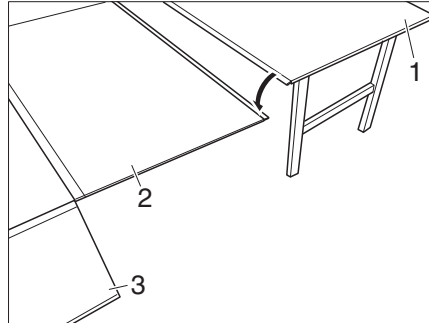
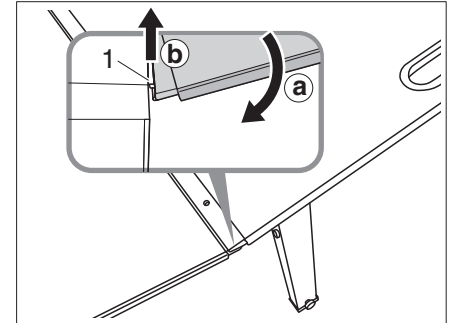

Figure 32 Accrocher la rallonge de table
Figure 33 Accrocher la table
La Campbox Sleep (Figure 32, 3) se transforme en espace de couchage supplémentaire en quelques manipulations. Pour ce faire, la Campbox doit être montée dans le véhicule (voir chapitre 7.7.4).
- Placer la rallonge de lit (Figure 32, 2) sur le rail (Figure 33, 1) de la Campbox et la déplacer vers le bas (Figure 33, a).
- Soulever les deux rails au niveau du point de raccordement (Figure 33, b). Les rails s'engagent les uns dans les autres.
- Engager la table (Figure 32, 1) dans la rallonge de table (Figure 32, 2) de la même manière (Figure 33).